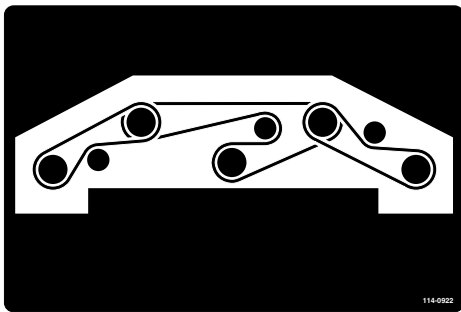

Bild 129
8. Verlegen Sie den neuen Riemen um die Spindelscheiben und die Spannscheiben (**Bild 129**).